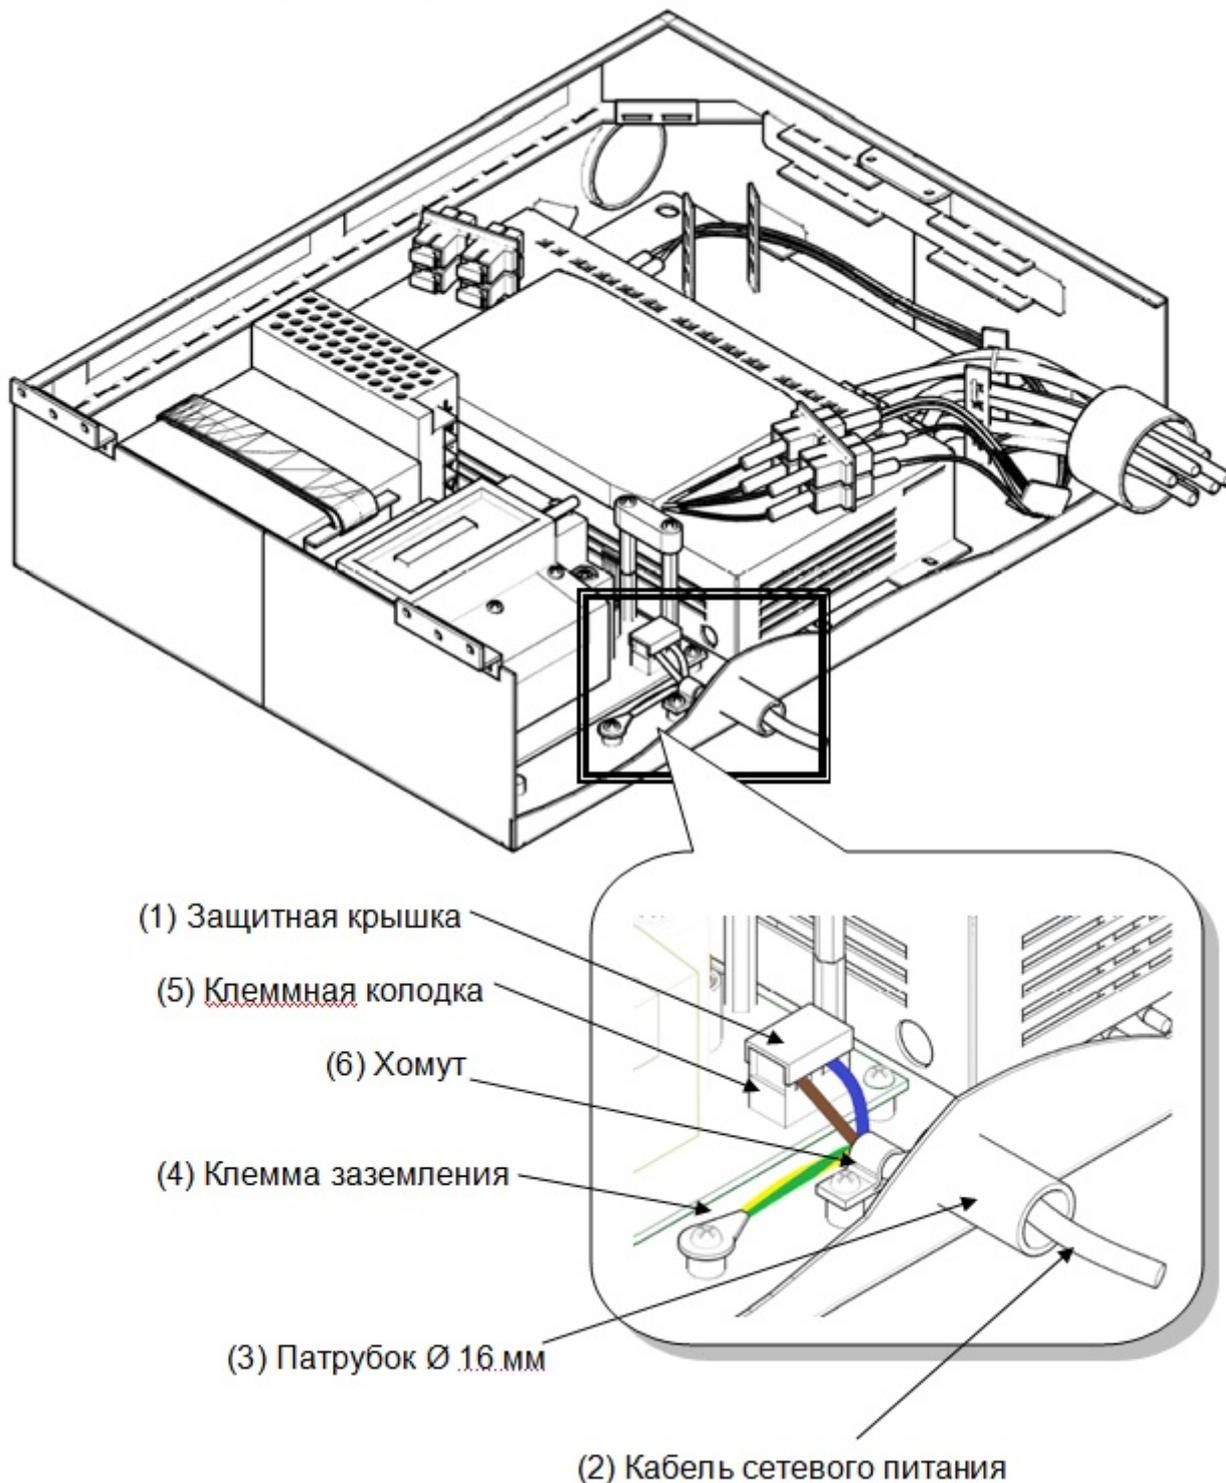

Рисунок 7.6 – Схема подключения кабеля сетевого питания. Дверца корпуса и одна из стенок условно не показаны
7. Ввести кабель сетевого питания (2) через патрубок $\varnothing 16$ мм (3), разделить его на жилы. Желто-зеленую жилу подключить к клемме заземления (4), провод с фазой подключить к клемме «L» клеммной колодки (5), нулевой провод – к клемме «N», рисунок 7.6.
8. Закрепить кабель сетевого питания хомутом (6). Убедиться в надежности крепления и в отсутствии неподключенных проводов.